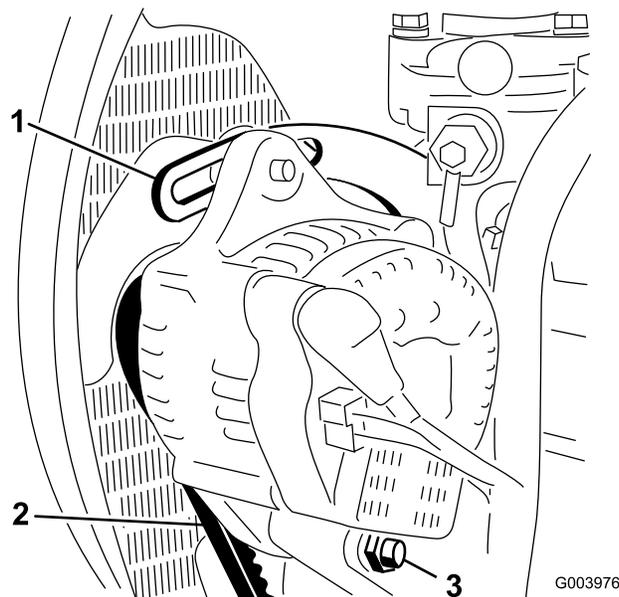

Рисунок 71
- Проверьте натяжение ремня генератора, надавив на него (Рисунок 71) посередине между шкивами генератора и коленчатого вала с усилием 10 кг.
- Ослабьте болт крепления скобы к двигателю (Рисунок 71), болт крепления генератора к скобе и болт оси поворота.